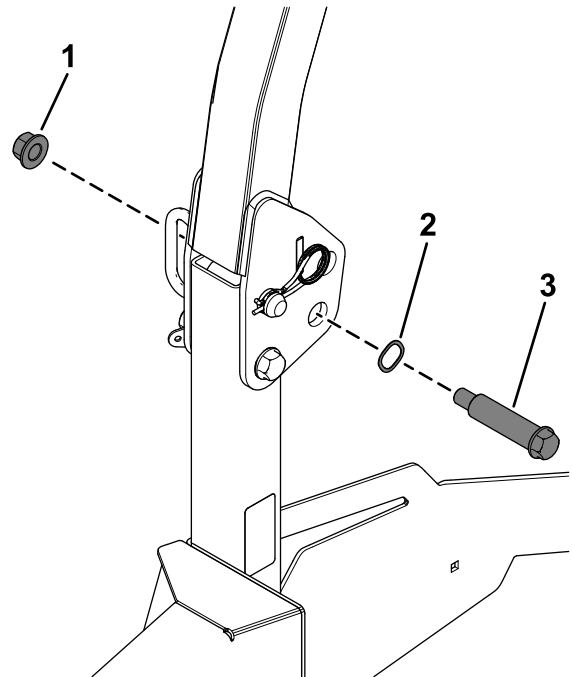

Bild 4
1. Sichern Sie die Ansatzschraube am Überrollbügel mit einer Wellenscheibe und einer Sicherungsmutter (½"), wie in Bild 4 dargestellt.